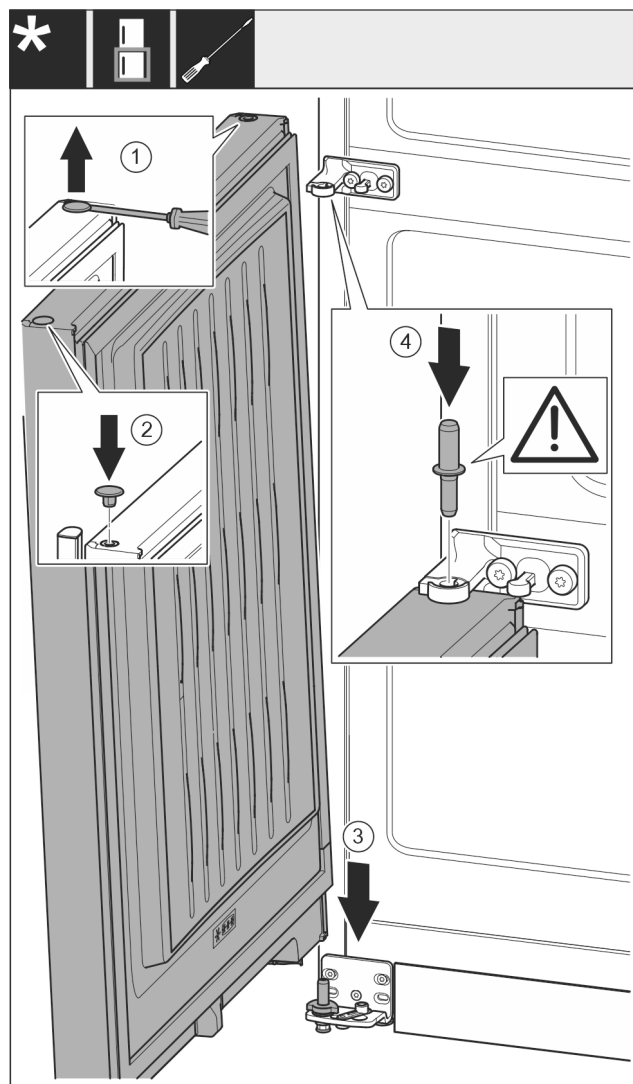

Fig. 55
- Zátku Fig. 55 (1) opatrně nadzvedněte plochým šroubovákem a vytáhněte.
- Zátku Fig. 55 (2) opět vložte na druhé straně dveří.
- Dveře Fig. 55 (3) nasad'te shora na dolní ložiskový čep.
- Prostřední ložiskový čep Fig. 55 (4) vložte do dolních dveří přes prostřední stojan ložiska. Přitom dávejte pozor, aby zajišťovací vačka směřovala dozadu.